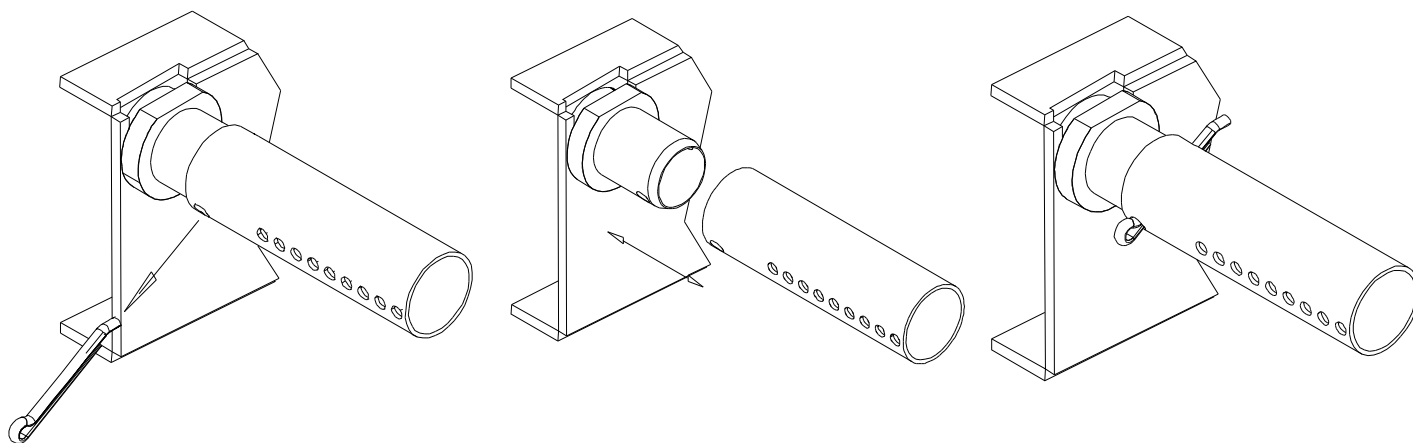

Figure 4.3 – Remplacement des tubes d'aération auxiliaires
3. Fixez les tubes d'aération du milieu et de l'arrière en veillant à ce que leurs trous pointent vers l'avant de l'appareil. Installez les goupilles fendues tel qu'indiqué à la figure 4.3
(Consultez la Figure 4.3)